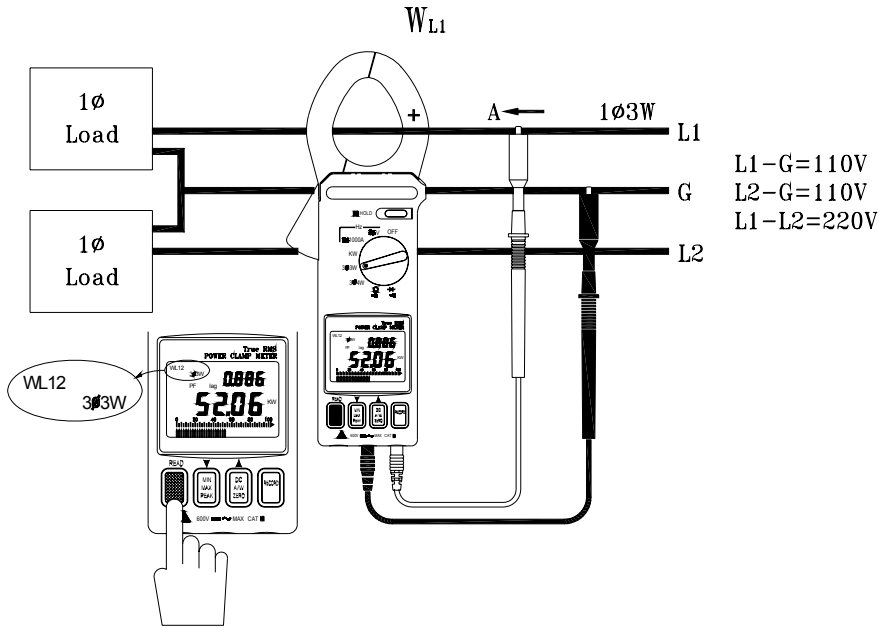

Figura 11
**A. Misura  $W_{RS(L1G)}$  (consultare figura 11).**